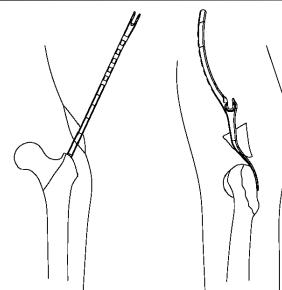

図 2
- 大転子頂部の皮切より後方鉗子を挿入し、転子部後方骨片の整復を行います。（図 2）